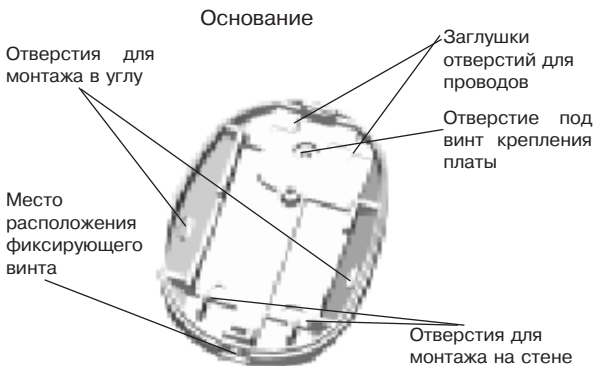

Рис. 41
- просверлите в основании корпуса отверстия (рис.41), которые будут использоваться для крепления извещателя;